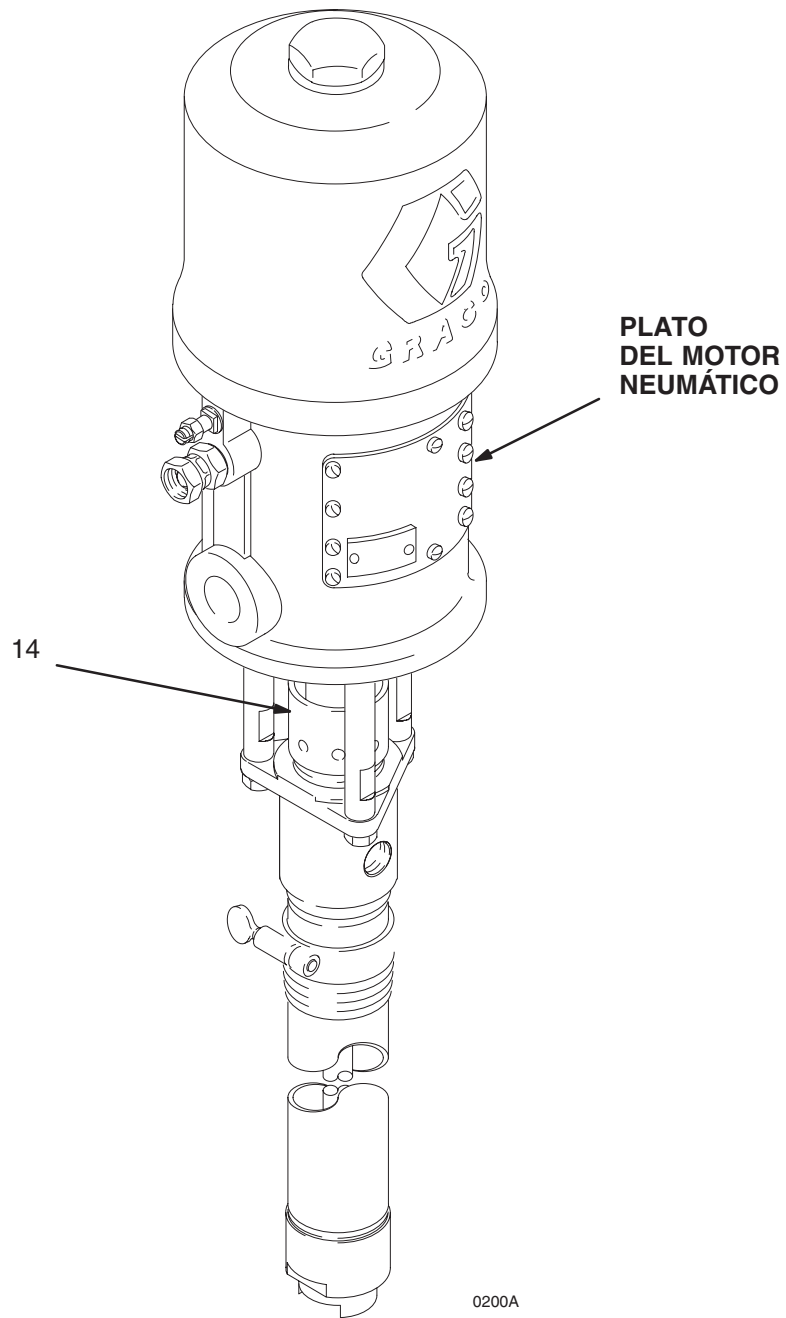

Fig. 2
Las piezas en movimiento pueden dañarle o amputarle los dedos u otras partes del cuerpo. El pistón del motor neumático, (situado detrás de las placas o de protección del motor neumático, P) se mueve cuando se suministra aire al motor. Vea la Fig. 2. Por ello, no haga funcionar nunca la bomba con las placas del motor neumático desmontadas.
Mantenga la tuerca prensaestopas/copela húmeda (14) llena de Líquido sellador de empaquetaduras de Graco (TSL) o con un disolvente compatible, para prolongar la vida de las empaquetaduras. Ajuste semanalmente la tuerca prensaestopas de forma que esté suficientemente apretada para evitar las fugas; no apretar en exceso. Vea la Fig. 2. Siga siempre la **Advertencia del Procedimiento de descompresión** antes de ajustar la tuerca prensaestopas.